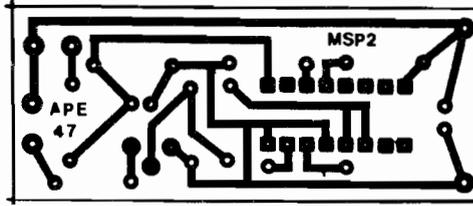

Fig.2
- FIG. 2 - LAY OUT DO CIRCUITO IMPRESSO ESPECÍFICO - A plaquinha é pequena e com desenho "descomplicado" (das suas partes cobreadas...). A figura mostra o lay out, em tamanho natural, facilitando a "carbonagem" direta... Como sempre, é recomendável maior dose de atenção no desenho e finalização das ilhas correspondentes às "perninhas" do Integrado, que ficam muito juntinhas umas das outras, ensejando erros, curtos, essas coisas... Entretanto, valendo-se das técnicas detalhadas nas INSTRUÇÕES GERAIS PARA AS MONTAGENS, mesmo o Hobbyista iniciante deverá realizar a confecção sem problemas... O único "segredo" para o sucesso em toda e qualquer montagem com Circuito Impresso é... CONFERIR SEMPRE, a cada etapa da realização (perdem-se alguns minutinhos "agora", para não se perder horas, "depois", na busca de defeitos "pós-montagem"...).